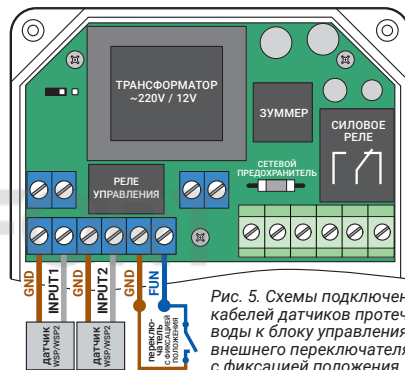

Рис. 5. Схемы подключения кабелей датчиков протечки воды к блоку управления и внешнего переключателя с фиксацией положения
6.2. Рис. 5. Схема подключения кабелей датчиков протечки воды к блоку управления. Все датчики протечки воды подключаются параллельно.
6.3. Рис. 5. Схема подключения к блоку управления переключателя (выключателя) с фиксацией положения. Предназначена для дистанционного включения/отключения водоснабжения. При замыкании переключателя шаровой электропривод закрывается, подача воды будет отключена. Также отключается выполнение функции «автоповорот». При размыкании переключателя шаровой электропривод откроется, подача воды будет возобновлена.